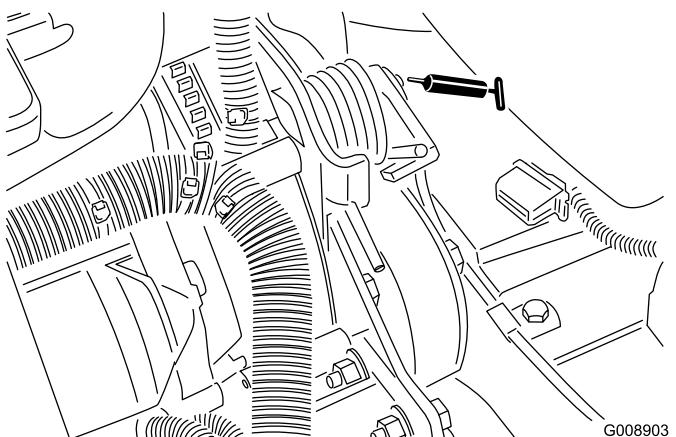

Bild 53
- Riemenspannungsdrehbüchse (Bild 53)